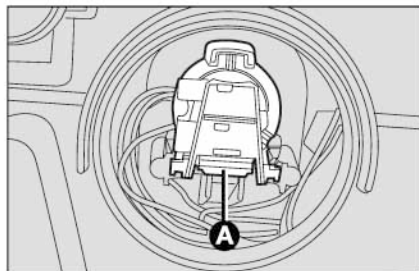

Рис. 24
- отожмите пружинный фиксатор **А** (рис. 24) и извлеките лампу из гнезда отражателя;